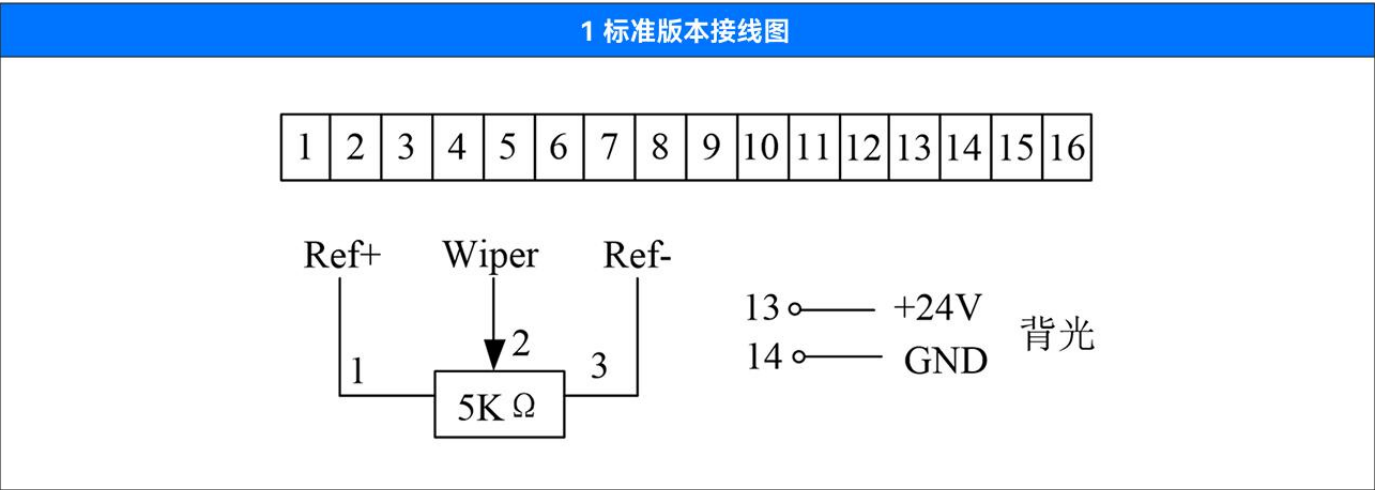

图1.5
1. 标准版本，包括1#、2#、3#端子接舵轮电位计输出，24V电源用于背光照明，接13#、14#端子。其他端子空余备用，如图1.5。